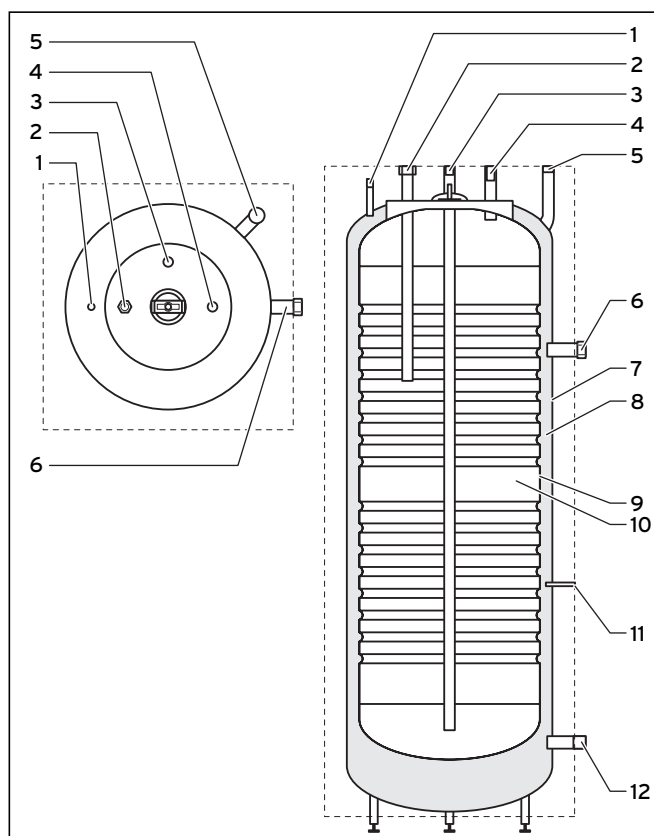

**Fig. 2.1 Raccordi dei tubi, vista da sinistra**
Il VDH 300/2 è un cosiddetto bollitore a doppio rivestimento, il che significa che il serbatoio interno (vedi fig. 2.1, pos. 9) è saldato in un serbatoio esterno (7). I due serbatoi sono separati da una fessura anulare attraverso la quale possono scorrere circa 85 litri di acqua di riscaldamento. Il serbatoio interno è in acciaio inossidabile resistente alla corrosione e presenta una capacità di circa 268 litri. Questa struttura costruttiva del bollitore consente la trasmissione di quantità di calore molto elevate al volume secondario (10) del bollitore. Inoltre il bollitore funziona senza problemi anche con acqua molto calcarea. Quando viene aperta una valvola di prelievo dell'acqua calda, l'acqua fredda entra nel serbatoio scorrendo attraverso il tubo d'ingresso dell'acqua fredda (3) e spingendo fuori l'acqua calda che si trova nel serbatoio attraverso il tubo di uscita dell'acqua calda (4).